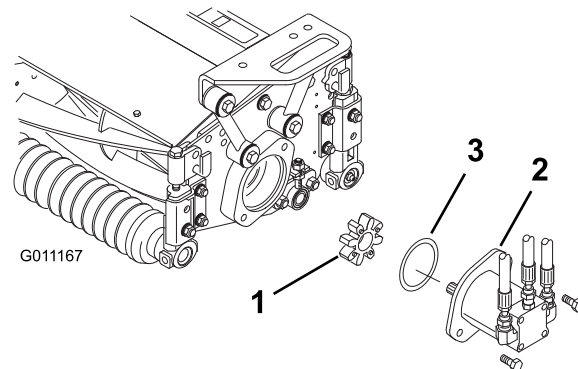

Figura 21
4. Posizionate il giunto radiale (Figura 21) fornito nella sede del cuscinetto.